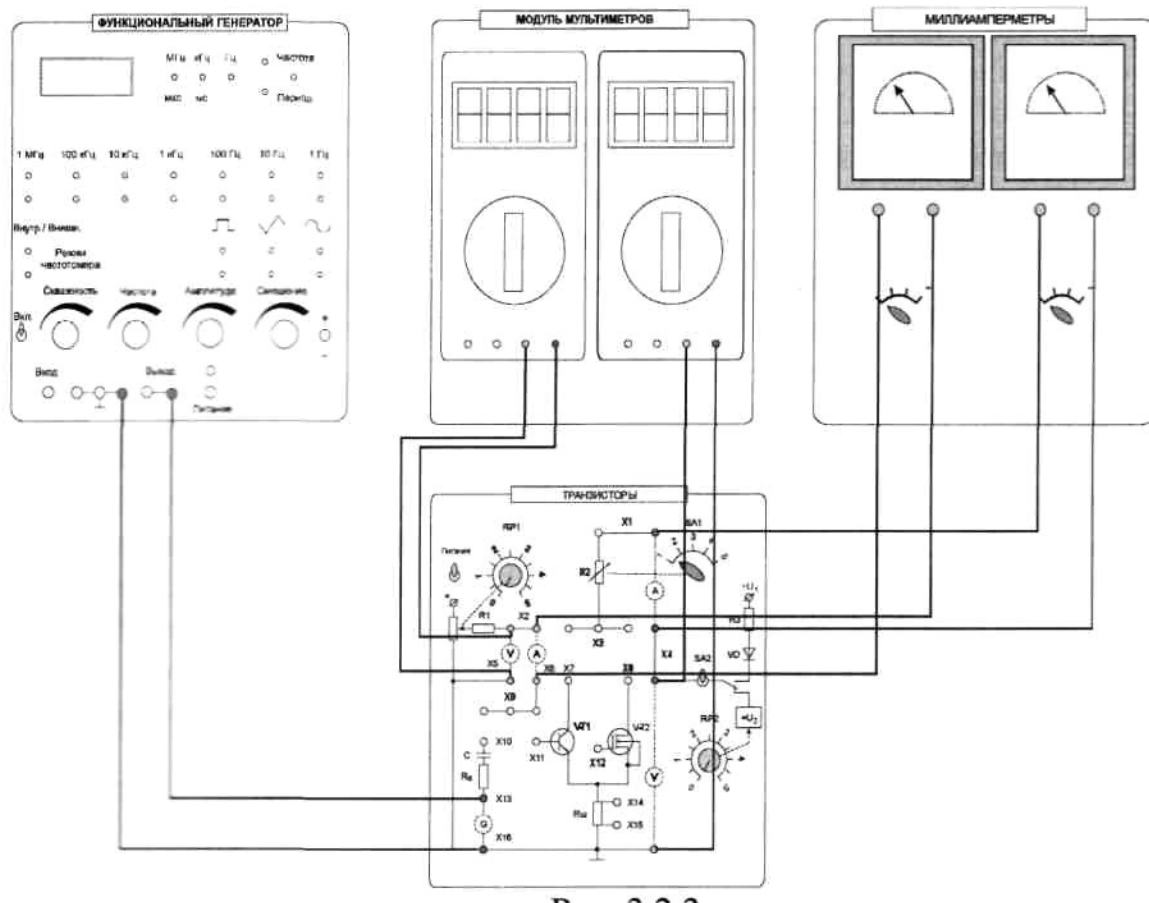

Рис. 3.2.3.
Основными характеристиками транзистора, включенного по схеме с общим эмиттером, являются статическая характеристика прямой передачи по току $I_K = f(I_B)$ при $U_K = \text{const}$, статическая выходная характеристика $I_K = f(U_{КЭ})$ при $I_B = \text{const}$ (рис. 3.2.3), а также статическая входная характеристика $I_B = f(U_{БЭ})$ при $U_{КЭ} = \text{const}$.
3.1 Ознакомиться с лабораторным модулем для исследования транзисторов. Собрать схему для снятия характеристик биполярного транзистора (рис. 3.2.3). Между гнездами X2 и X6 включить миллиамперметр и соединить перемычкой гнезда X9-X11. Между гнездами X1-X4 включить второй миллиамперметр модуля миллиамперметров. Соединить перемычкой гнезда X3-X7. Между